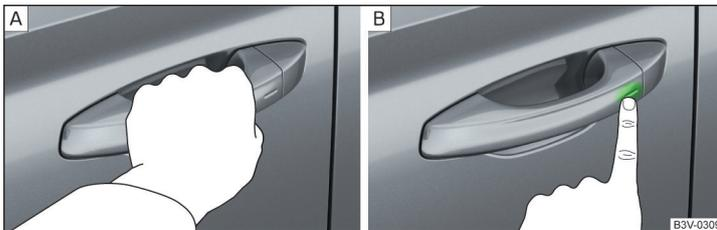

Abb. 52 Fahrzeug entriegeln / Fahrzeug verriegeln
- Den Türgriff greifen, um das Fahrzeug zu **entriegeln** » Abb. 52 - **A**.
- Den Sensor am Türgriff mit dem Finger berühren, um das Fahrzeug zu **verriegeln** » Abb. 52 - **B**.
- › Innerhalb von 5 s den Sensor am Türgriff mit dem Finger berühren » **Abb. 52 auf Seite 61** - . Die Deaktivierung wird durch einmaliges Aufblinken der Blinkleuchten bestätigt.